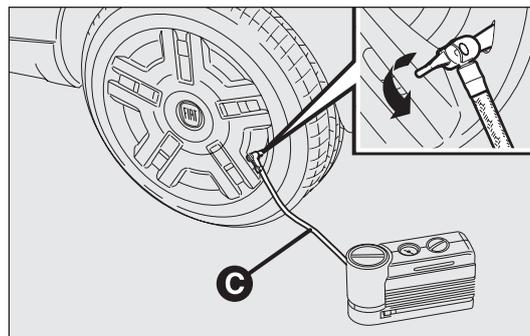

fig. 175
- Svitare il cappuccio della valvola del pneumatico, estrarre il tubo C-fig. 175 con l'attacco rapido e collegarlo direttamente alla valvola del pneumatico da gonfiare.